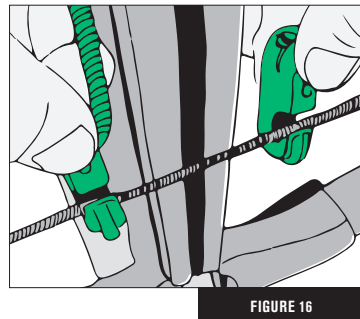

FIGURE 16
- Coloque los ganchos de la cuerda de amartillado en la cuerda de la ballesta a ambos lados del riel de vuelo. Para tener la máxima fuerza de tracción, coloque los ganchos de amartillado hacia arriba, no hacia abajo. (Fig. 16)